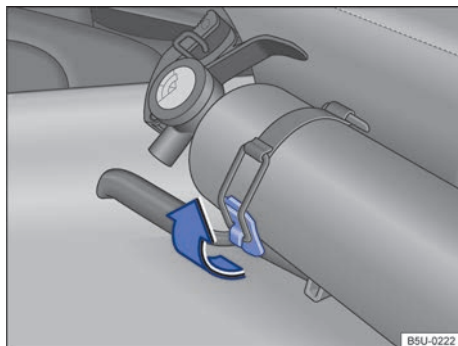

Fig. 149 En el asiento del conductor: extintor de incendio.
- Soltar la abrazadera de fijación, tirando hacia arriba → fig. 149 en el sentido de la flecha.